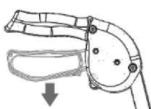

Fig. 6 (estado bloqueado)
1. Empuje hacia abajo la parte inferior de la manija del freno como se muestra hasta que escuche un clic (Fig. 6)